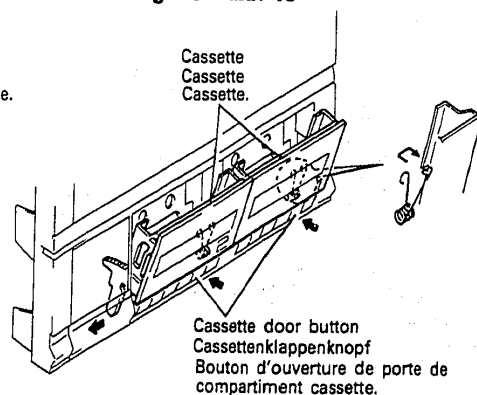

Fig. 16 Abb. 16
18. **Cassettenklappe (Abb. 16)**
18. Porte de compartiment cassette (Fig. 16)